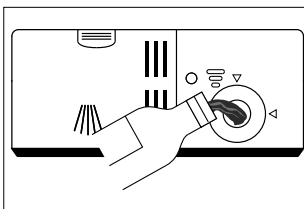

Fig. 10
- ▶ Riempire il contenitore del brillantante fino al segno "MAX" (vedere la **fig. 10**). Assicurarsi che il brillantante non fuoriesca dal contenitore.